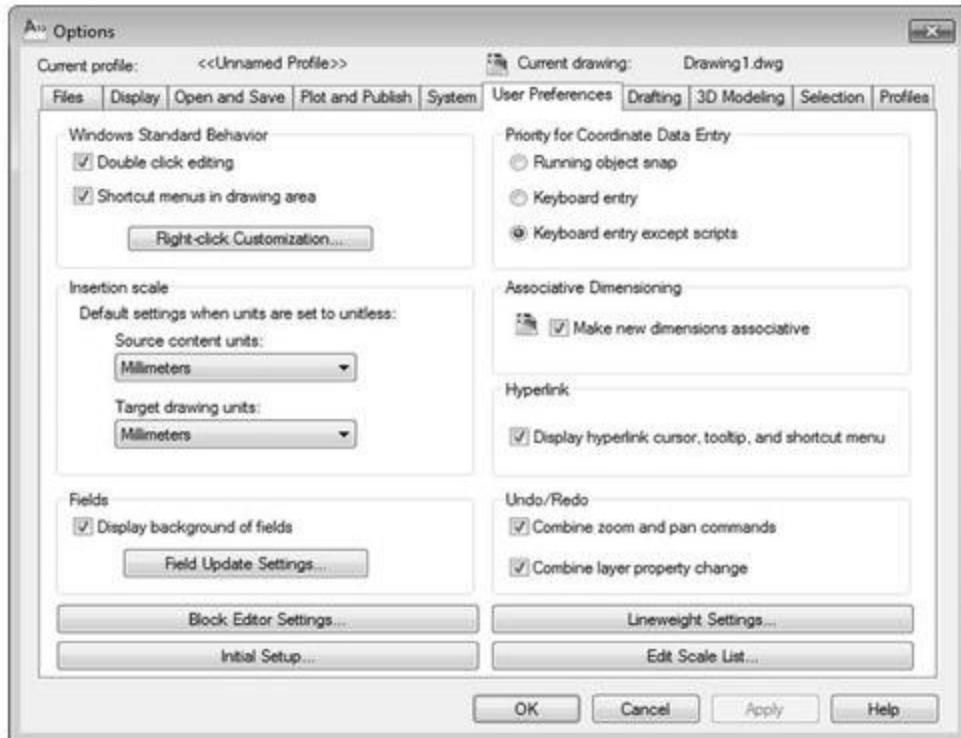

Рис. 2.16. Вкладка *User Preferences* (Настройки пользователя)
1. Перейти на вкладку User Preferences (Настройки пользователя) диалогового окна Options (Настройки) (рис. 2.16).